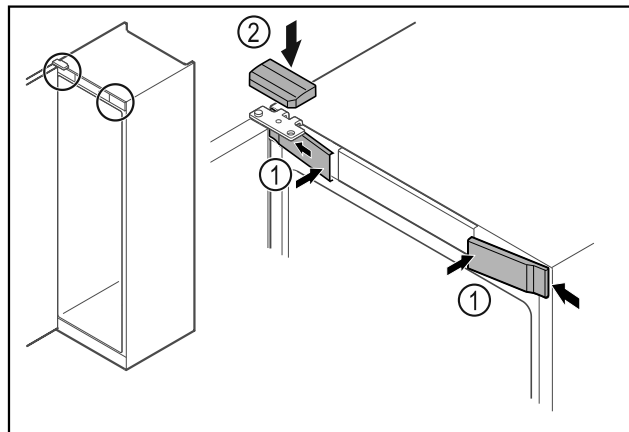

Fig. 62
- ▶ Haka fast skydden fram Fig. 62 (1) på sidan och sätt på dem.
- ▶ Sätt på det övre skyddet Fig. 62 (2) uppifrån.